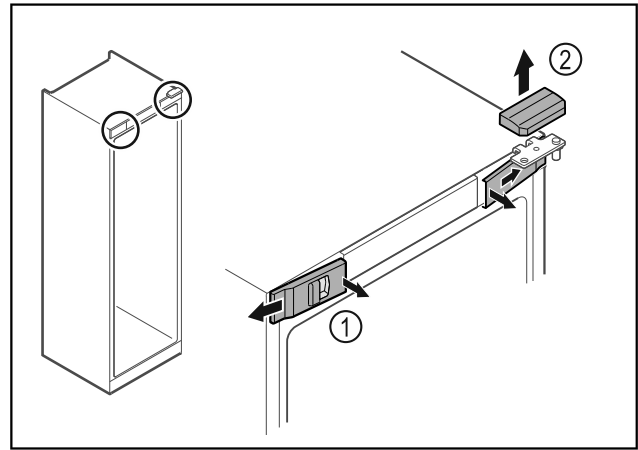

Fig. 17
- Paina etummaisiet suojuukset Fig. 17 (1) sisäpuolelta irti ja ota ne sivukautta pois.
- Ota ylempi suojus Fig. 17 (2) yläkautta pois.